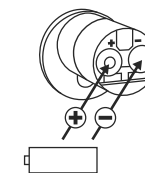

Fig. 3
- ③ Coloque dos baterías nuevas. Al hacerlo, asegúrese de respetar la polaridad correcta según la ilustración (Fig. 3).